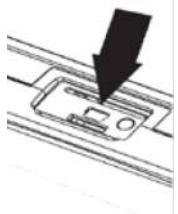

図 3: BK6500 の充電
1. BK6500 の上面のシリコンゴムカバーを外し、外部電源のコネクターをミニ USB ソケットに挿入します(図 3)。